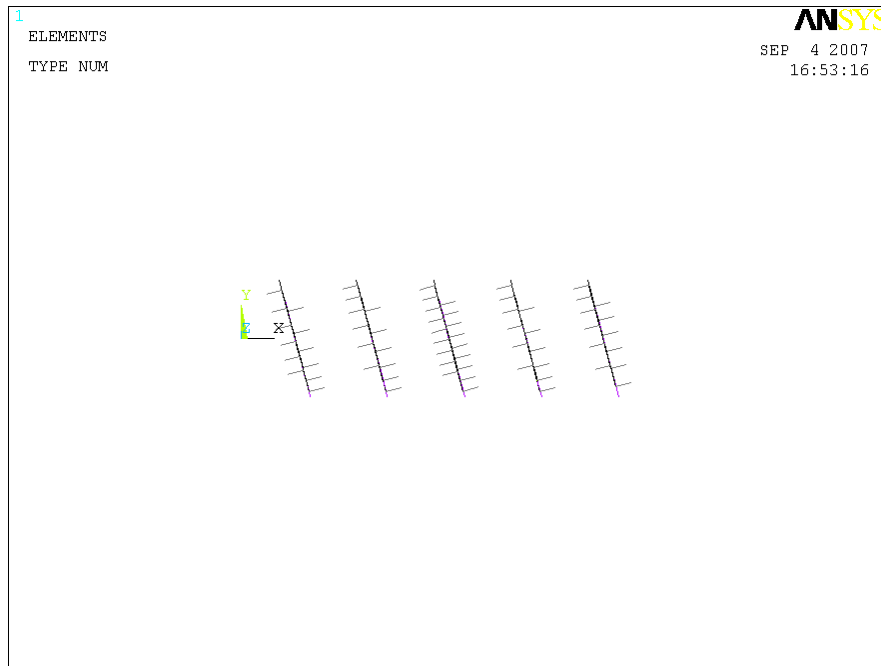

Рисунок 44. Контактные пары
- В окне *Contact Wizard* нажимаем кнопку *Finish* (Рисунок 44).